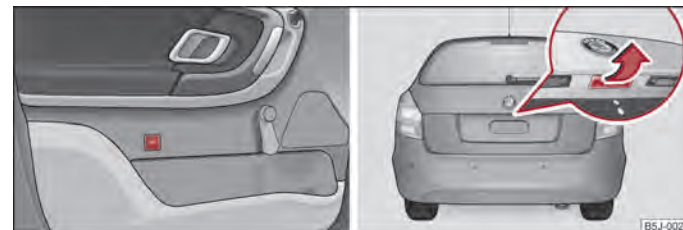

Fig. 15 Deblocarea capotei portbagajului/mânerul capotei portbagajului
- La autovehiculele fără închidere centralizată apăsați tasta din portiera șoferului ⇒ fig. 15 - stânga, și deschideți capota portbagajului în sensul indicat de săgeată ⇒ fig. 15 - dreapta.
- La autovehiculele cu închidere centralizată apăsați mânerul de deasupra numărului de înmatriculare și deschideți capota portbagajului în sensul indicat de săgeată ⇒ fig. 15 - dreapta.